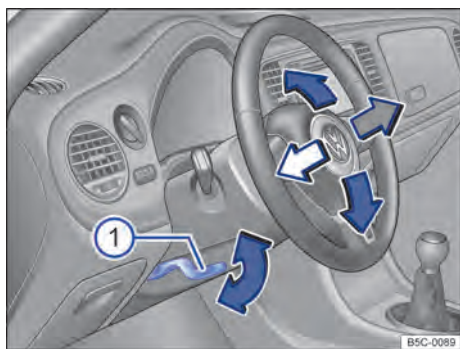

Fig. 44 Ajustar a posição do volante mecanicamente.
- Virar a alavanca ⇒ Fig. 44 ① para baixo.